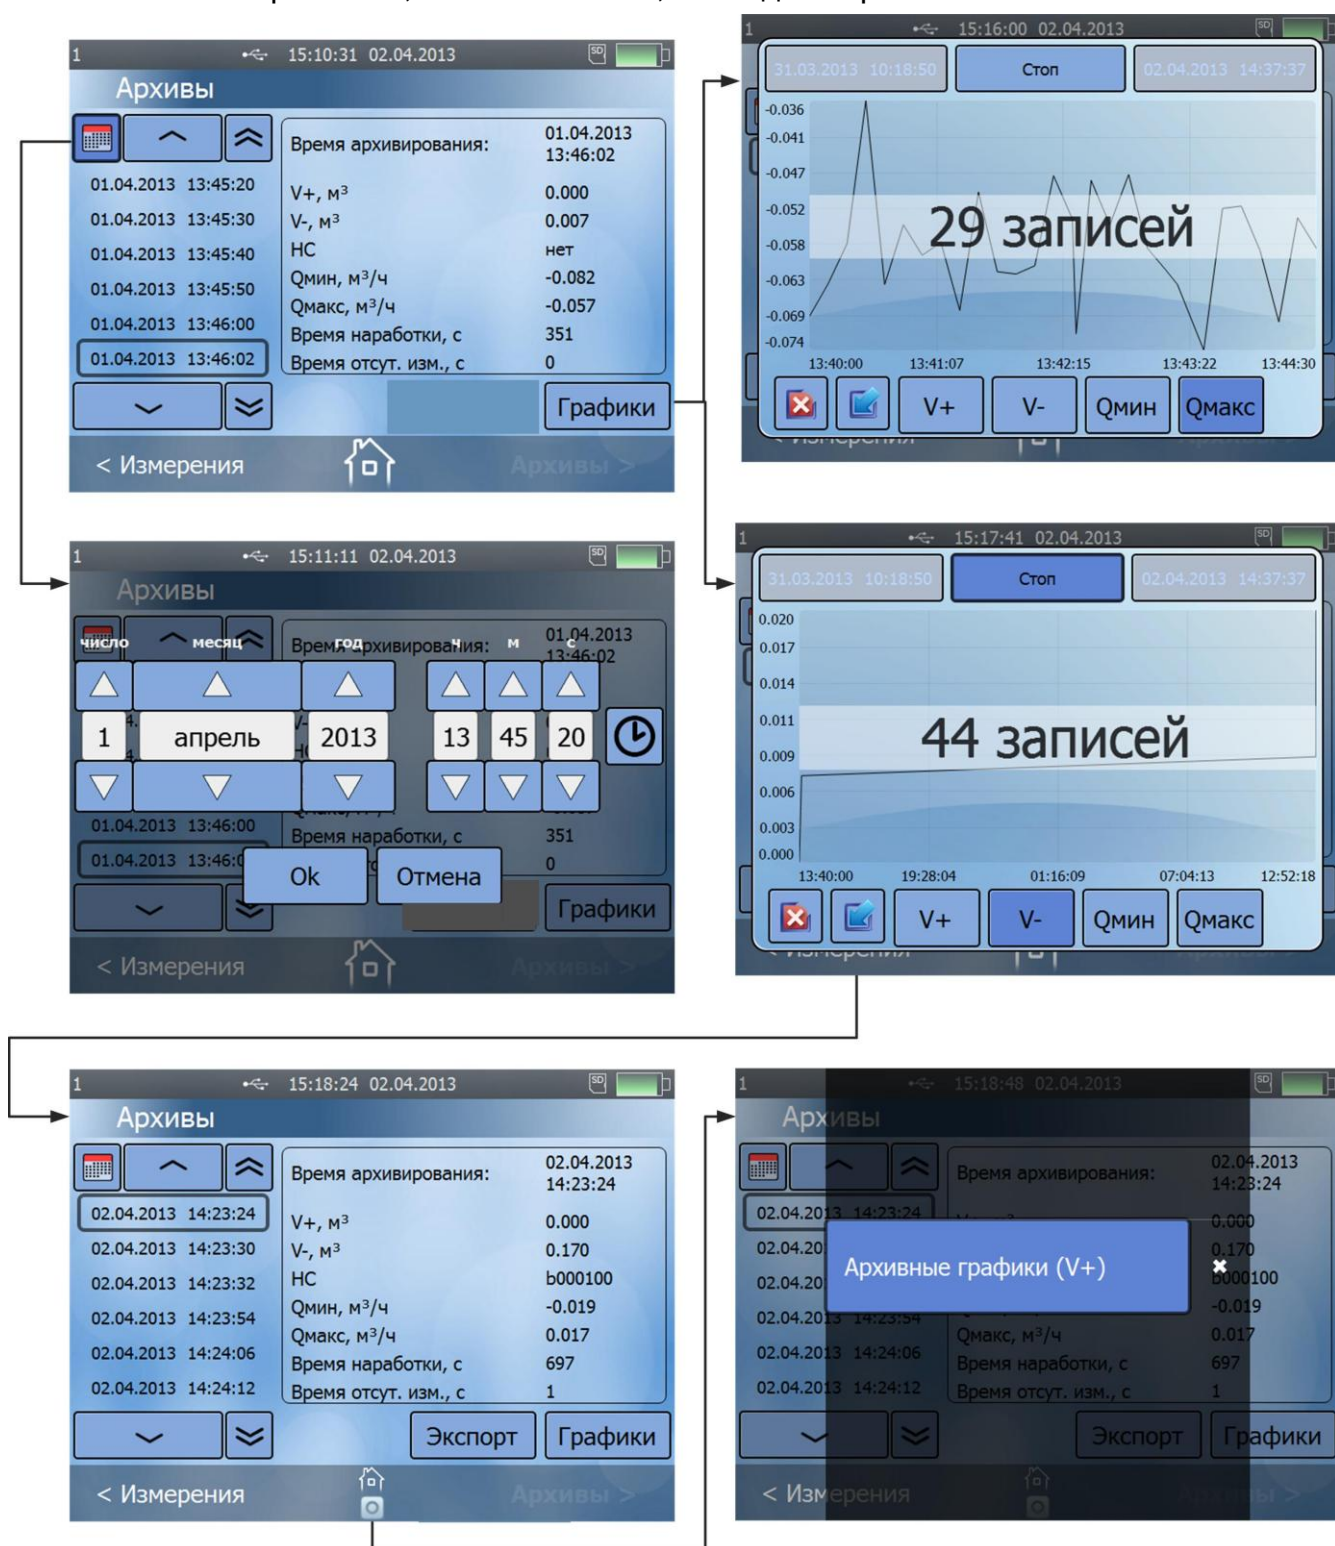
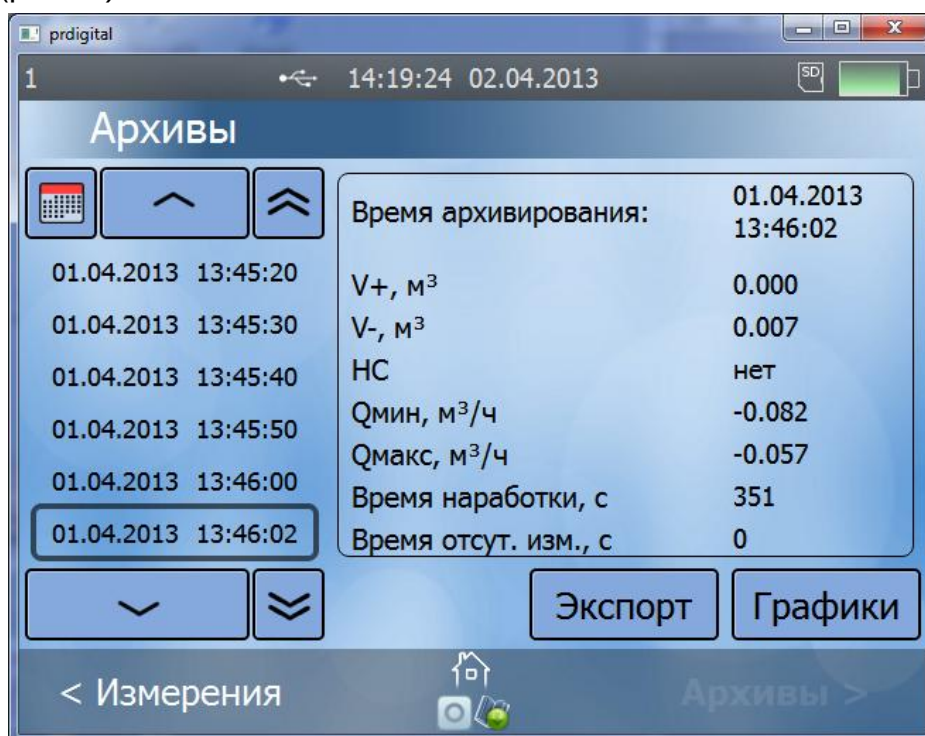

Рис.13. Меню «Архивы»
Рис.14. Отображение использования меню «Графики» и «Экспорт»
- 4.9.1. Просмотр архивов осуществляется из любого меню нажатием на клавиатуре кнопки  или прикосновением к строке **Архивы >** на дисплее, и перебором записей кнопками ,  и  (см. рис.13).
4.9.4. Выход из подменю **Графики** производится нажатием кнопки  или кнопки . Разница заключается в том, что при нажатии на кнопку  в нижней части дисплея отображается факт использования меню **Графики** появлением под символом  значка  (рис.13). При работе с прибором в программе «prdigital», аналогично производится выход из подменю **Экспорт**, при этом факт использования этого меню отображается появлением под символом  значка  (рис.14).